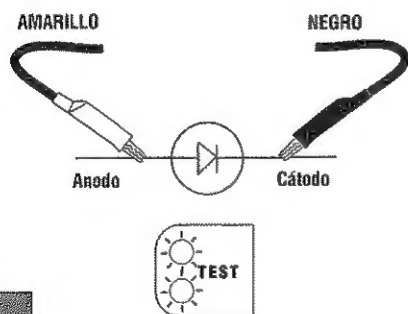

Figura 1
- 2) Refiérase a la figura 1 de abajo: